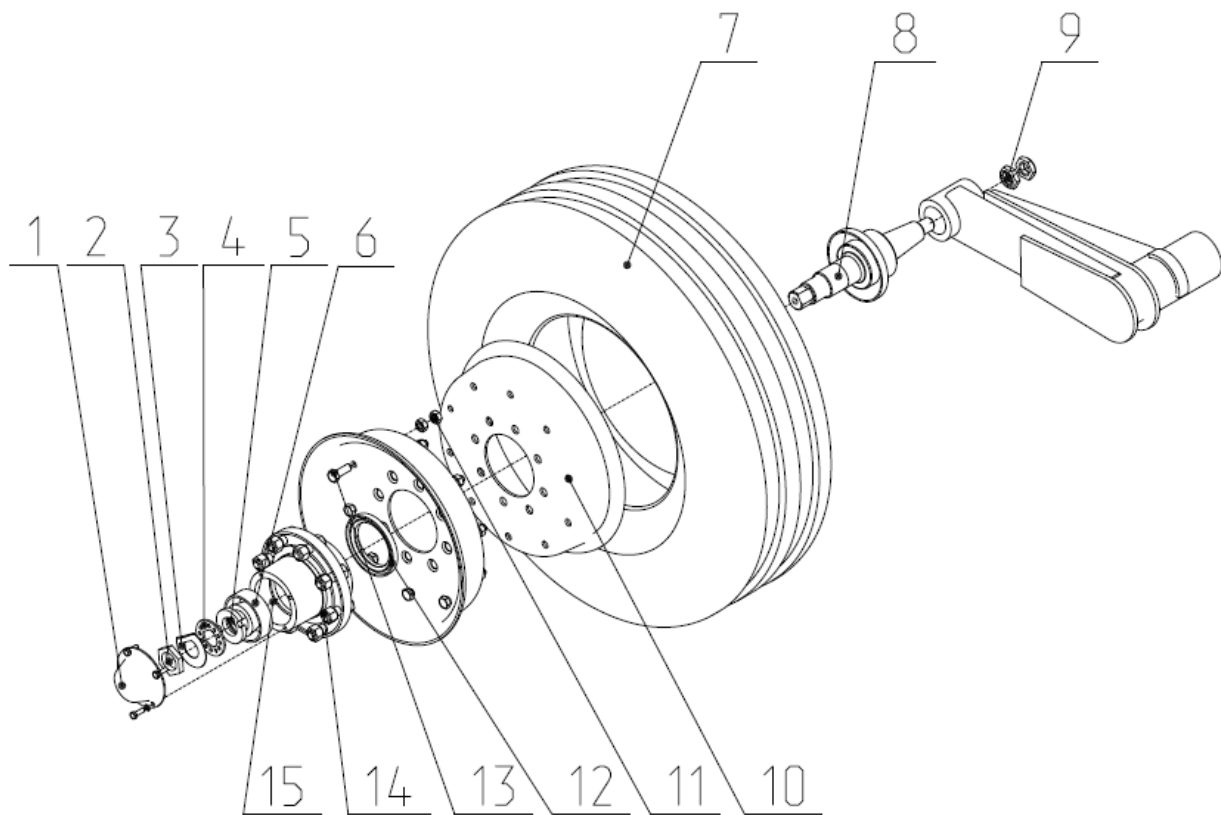

Рис.8 Колесо опорное колесной пары центральной секции.
2.10.4. Опорные колеса (Рис.8) установлены в конусные втулки штанги и зафиксированы гайками 9.